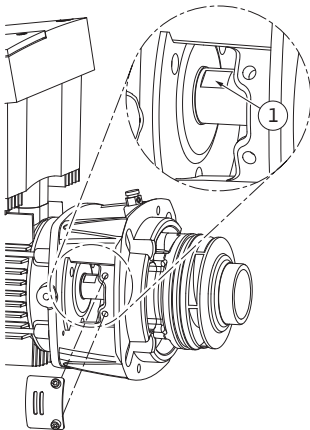

Fig. 54: Mil üzerindeki anahtar yüzeyleri
15. Optimum olarak 22 mm anahtar genişliğine sahip açık ağızlı anahtar, braket penceresine ilerletin ve mili anahtar yüzeylerine sabitleyin (Fig. 54, Poz. 1). Çark somununu (Fig. 7, Poz. 15) çıkarın. Çark (Fig. 7, Poz. 16) otomatik olarak milden çıkarılır.
24. Çark montajı sırasında, optimum olarak 22 mm anahtar genişliğine sahip açık ağızlı anahtarı, braket penceresine ilerletin ve mili anahtar yüzeylerine sabitleyin (Fig. 54, Poz. 1).